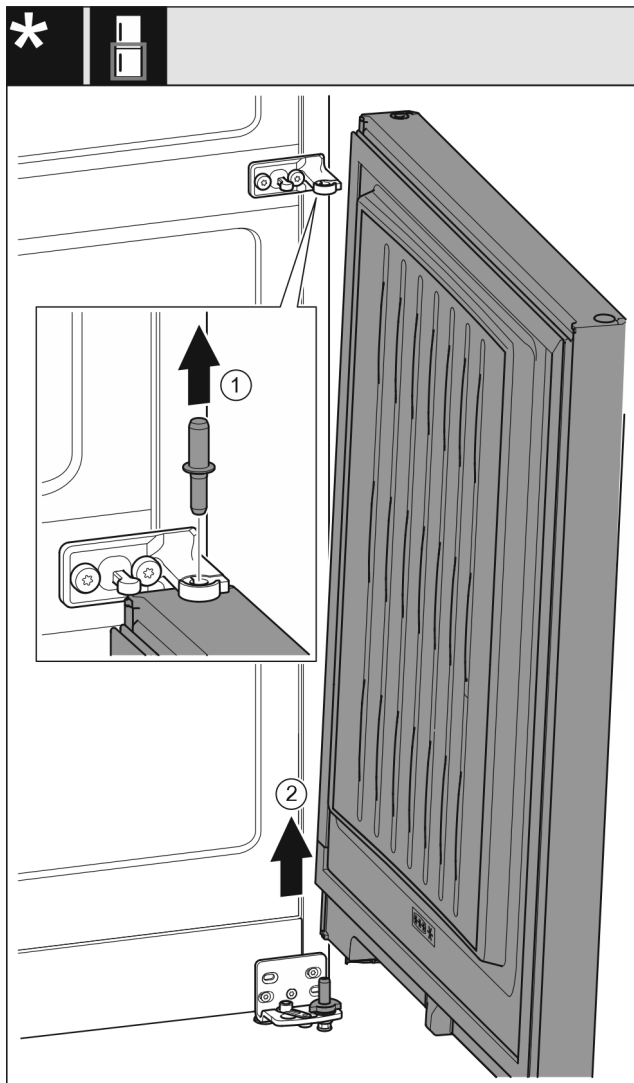

Fig. 31 Senza ammortizzatore di chiusura*
- ▶ Estrarre il perno Fig. 31 (1) verso l'alto.*
- ▶ Ruotare all'esterno la porta Fig. 31 (2), tirarla verso l'alto e disporla a lato.*